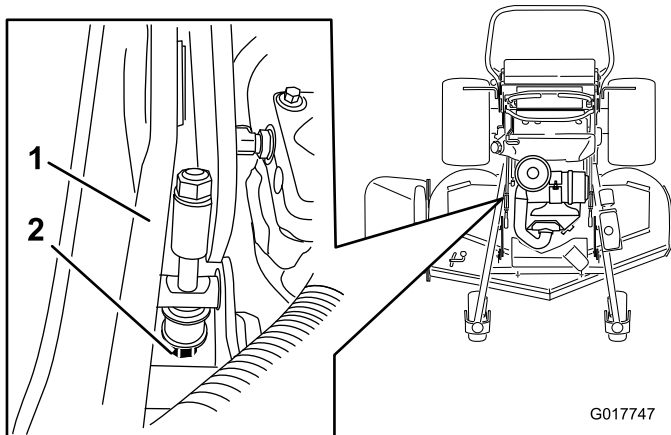

**Figure 97**
- Mesurez au point **A** et entre la surface plane et le bord coupant des pointes des lames (Figure 97).